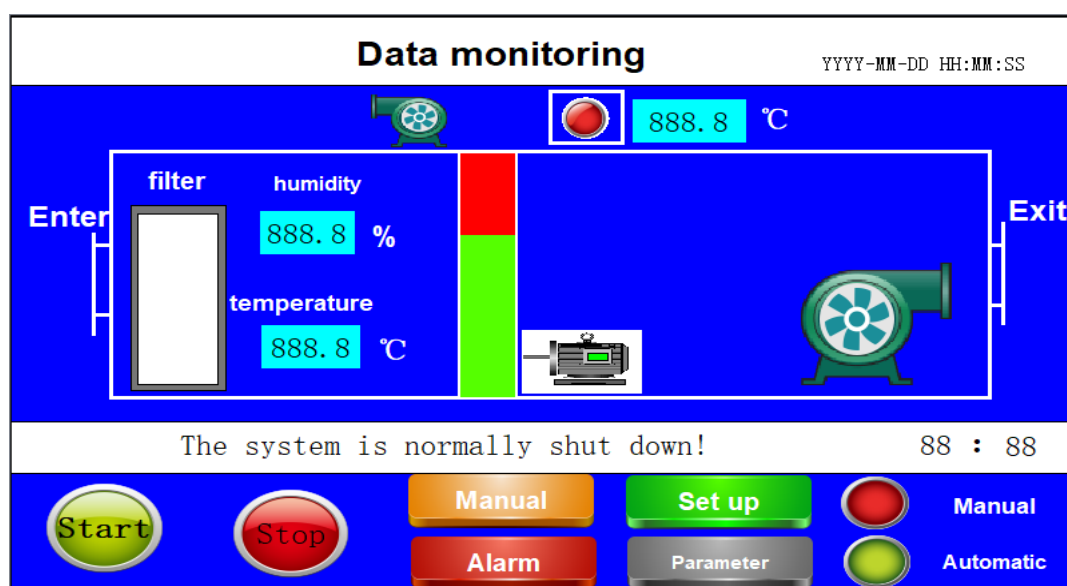
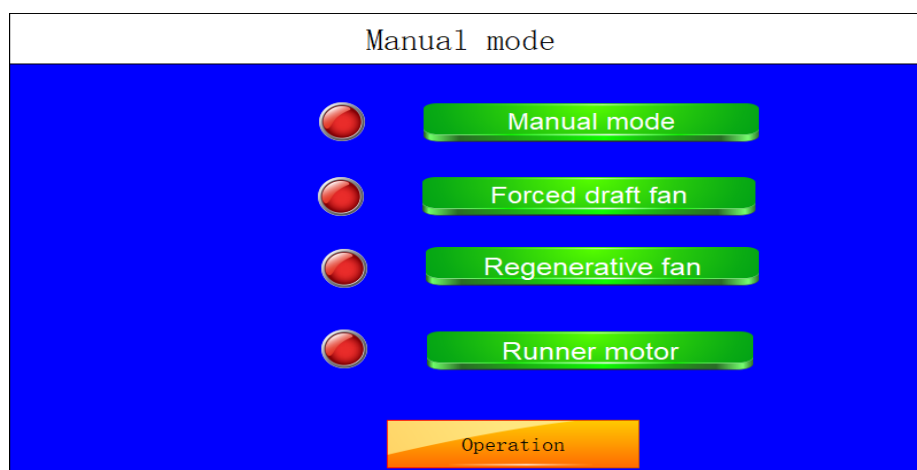
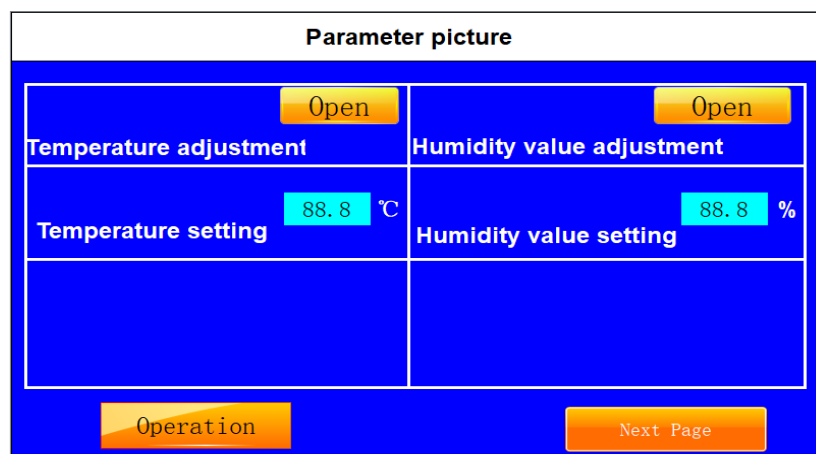

Figura 1
Figura 2
Figura 3
Após a ligação, o visor realizará primeiro um autoteste. Após o autoteste ser bem-sucedido, pressione "Entrar no sistema" na tela de monitoramento de dados, conforme mostrado na Figura 1:
(1) Pressione a tela "Modo Manual" na Figura 1 para entrar na tela de teste de saída, conforme mostrado na Figura 2:
(2) Nessa tela, você pode pressionar manualmente os botões "Runner motor" (Motor da correia transportadora), "Regenerative Fan" (Ventilador regenerativo), " Forced draft fan" (Soprador de ar) para testar se cada motor está funcionando normalmente.
(3) Nessa tela, você pode pressionar o botão "Imagem de execução" para retornar à Figura 1. Essa função de botão é a mesma para todas as telas e não será explicada posteriormente.
(4) Pressione o botão "Parameter" (Parâmetro) na Figura 1 para entrar na tela de configuração de parâmetros da unidade, conforme mostrado na Figura 3:
(3) Pressione "Parâmetro PID" na Figura 1 para visualizar os parâmetros PID relacionados à temperatura atuais.